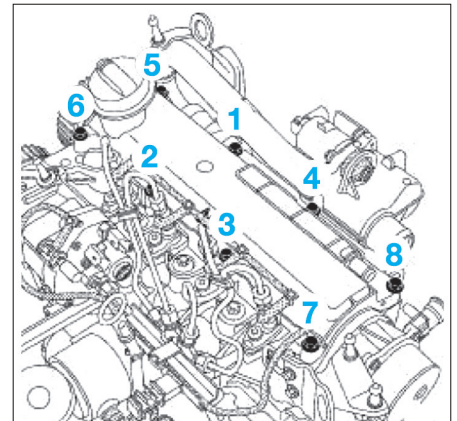

Fig. 75
- reposer le couvre-culasse en respectant l'ordre de serrage des vis de fixation (Fig.75).